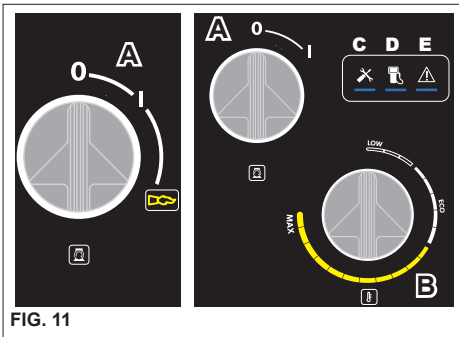

FIG. 11
Per azzerare le segnalazioni ruotare l'interruttore generale "A" in pos. "0" e successivamente in pos. "I" (fig. 11).
**Alla fine dell'utilizzo della "Fase Acqua Calda", ruotare la manopola del termostato "B" sulla posizione '0' (fig.11), lasciare raffreddare l'apparecchio per circa 3 minuti con la pistola aperta.**